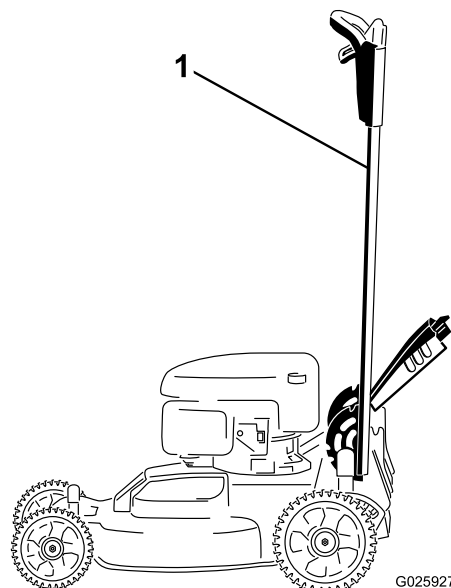

Bild 41
- Arretieren Sie den Holm in der vertikalen Stellung (Bild 41), siehe Einstellen der Holmhöhe (Seite 11).